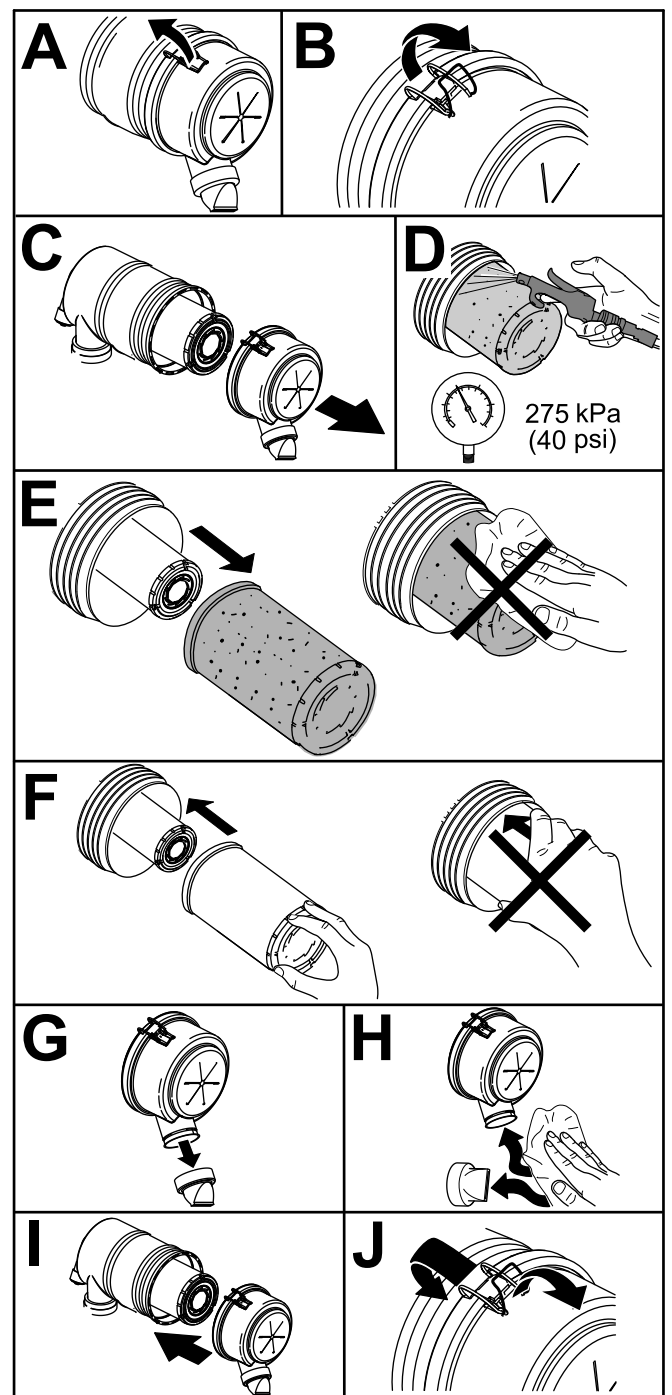

Figura 81
1. Substitua o filtro de ar (Figura 81).